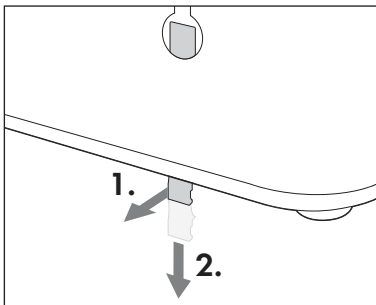

Abb. 1
2. Schieben Sie die beiden mitgelieferten Dübel ⑨ in die Bohrlöcher und schrauben Sie die beiden mitgelieferten Schrauben ⑧ in die Dübel ⑨. Achten Sie dabei darauf, dass die Schrauben ⑧ noch ca. 3 mm aus den Bohrlöchern heraus schauen.
3. An der Geräterückseite befindet sich in der rechten Aufhängeöse ⑥ ein Sicherungsstift ⑦ der verhindern soll, dass sich das Gerät von den Schrauben ⑧ löst. Drücken Sie den Sicherungsstift ⑦ etwas nach hinten, bis Sie ein Klickgeräusch hören. Ziehen Sie dann den Sicherungsstift ⑦ ein Stück nach unten aus der Aufhängeöse ⑥ (siehe Abb. 1).